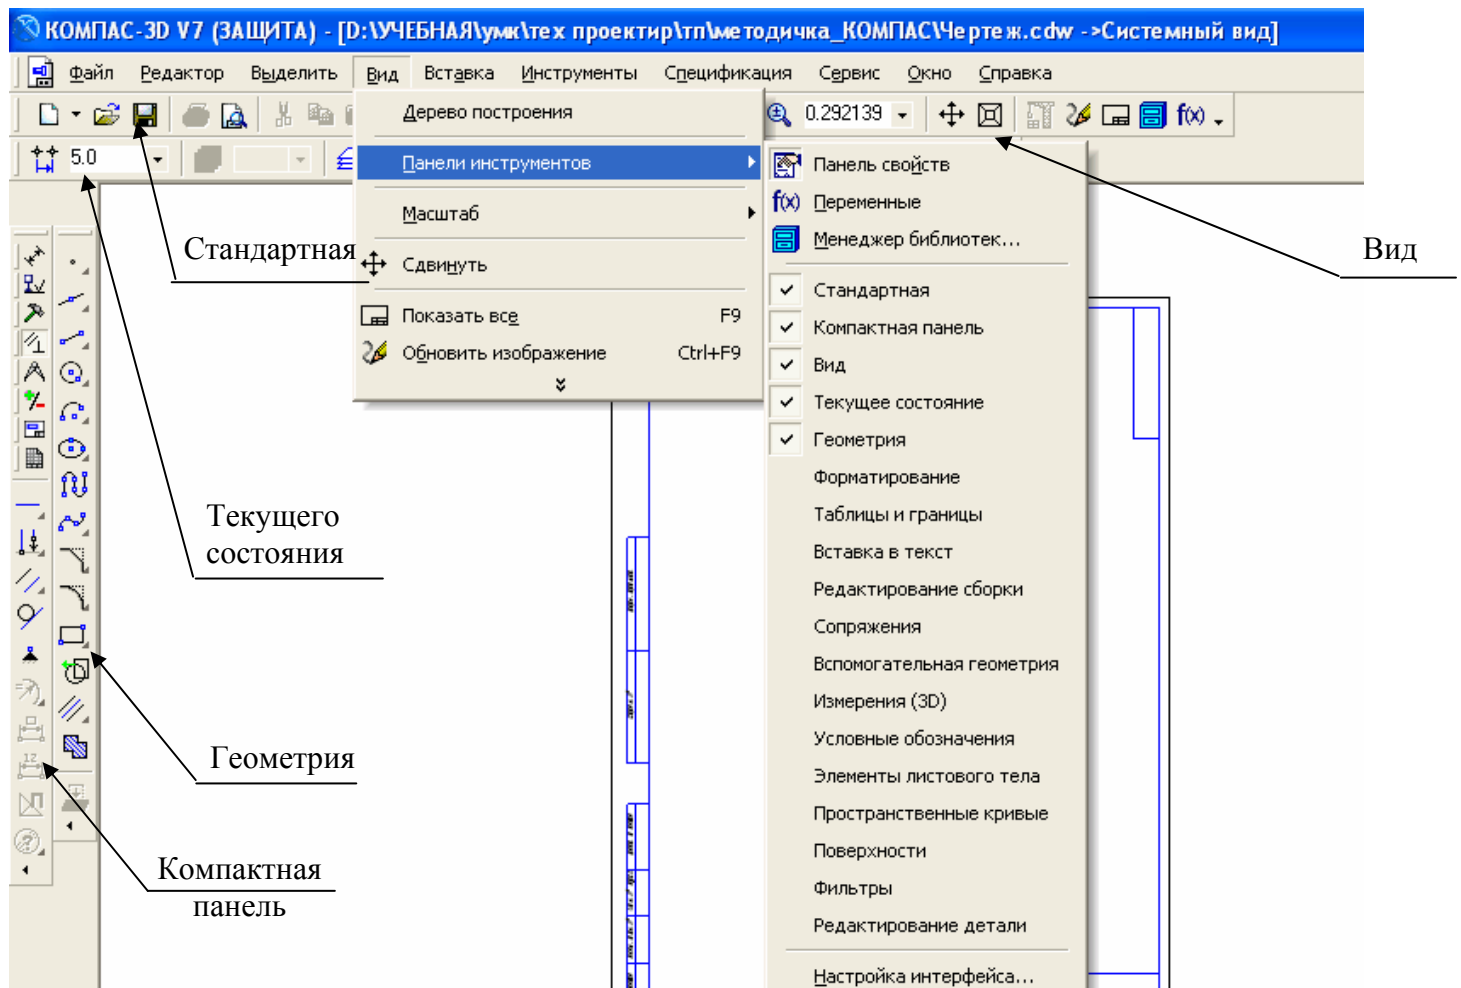

Рисунок 1
1 Запустите программу КОМПАС 3D и ознакомьтесь с ее интерфейсом (рисунок 1), многие элементы которого выглядят и работают точно так же, как и в других Windows-приложениях.
2. Выберите команду **Вид⇒Панели инструментов** и подключите панели, отмеченные флажком на рисунке 1. Содержимое панелей может меняться пользователем с помощью команды **Настройка интерфейса** (рисунок 1).
8 Ознакомится с содержимым панели инструментов **Геометрия** (рисунок 1). Кнопки инструментальных панелей с темным треугольником в правом нижнем углу имеют дополнительные кнопки, для вызова которых необходимо установить курсор на эту кнопку нажать ЛКМ и, не отпуская ее, перевести курсор на нужную кнопку, а затем отпустить ЛКМ.